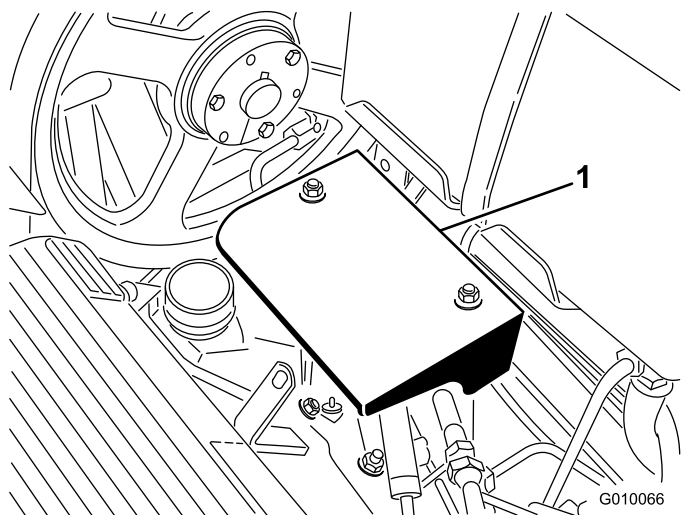

Figura 57
2. Retire las 2 tuercas de montaje del protector de la bomba, y retire el protector (Figura 57).